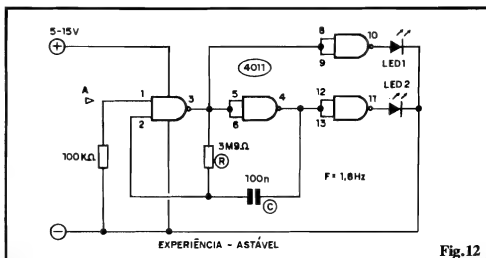

Fig.12
**FIG. 12 - (EXPERIÊNCIA) - ASTÁVEL** - Monte o circuito, no proto-board, de acordo com o esquema, ligue a alimentação e verifique o funcionamento, que mostrará ambos os LEDs piscando alternadamente, numa Frequência de aproximadamente 1,8Hz (quase duas alternâncias por segundo...). Se quiser, experimente mudar os valores de R e/ou de C, observando o que tais alterações "fazem" com a Frequência de alternância na iluminação dos LEDs... Procure, também, descobrir "o que" os *gates* delimitados pelos pinos 8-9-10 e 11-12-13 estão "fazendo" no circuito (já que no diagrama básico do ASTÁVEL - fig. 4), tais *gates* não estão presentes...).